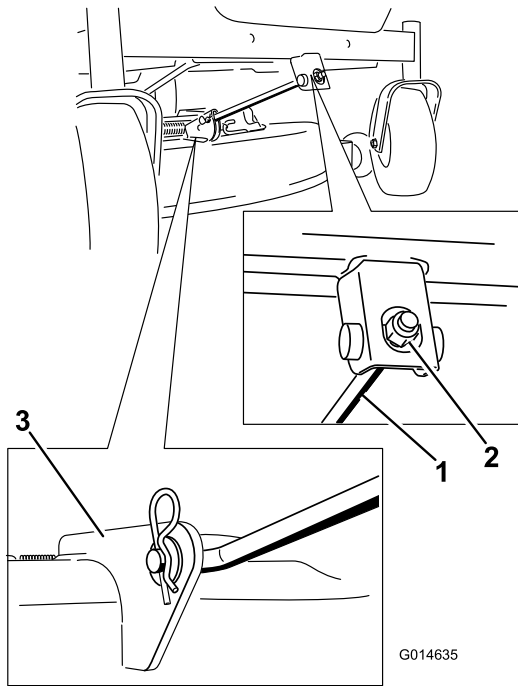

Figura 68
5. Retire la chaveta de la varilla de soporte delantera y retire la varilla del soporte de la carcasa (Figura 68).
6. Conecte la varilla de soporte delantera a la carcasa de corte con el pasador y la chaveta (Figura 68).